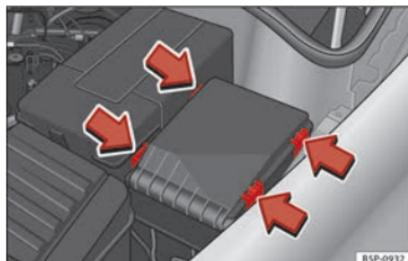

Fig. 174 Nel vano motore: coperchio della scatola dei fusibili.
- Premere le linguette di blocco nella direzione indicata dalle frecce per sbloccare il coperchio della scatola dei fusibili » **fig. 174.**